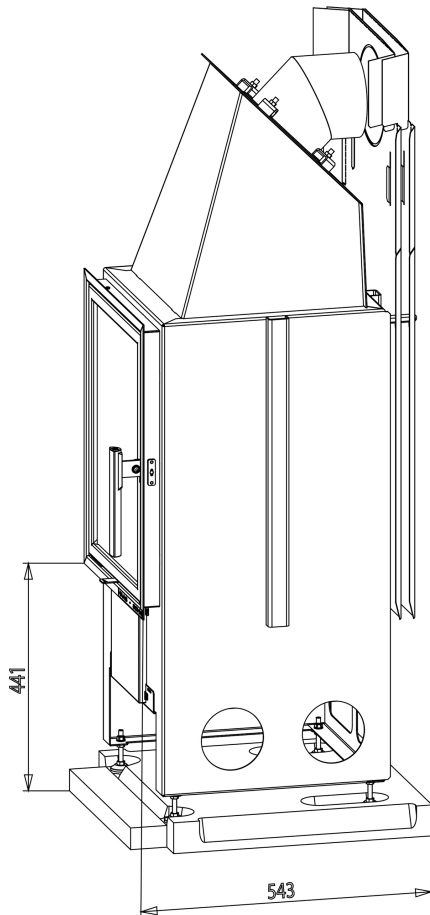

**Abbildung 3: Einrichten, Ausrichten
3. Die ideale Höhe ist in Abbildung 3 dargestellt. Die Unterkante des Rahmens muss 2 bis 3 Millimeter über dem Betonfundament liegen, um Schäden am Beton durch die Wärmeausdehnung des Kamineinsatzes zu vermeiden. Außerdem muss ein Mindestabstand von 2–3 mm zwischen dem Einsatz und den Seitenwänden eingehalten werden.
3. Platzieren Sie den Kamineinsatz im richtigen Abstand zur Rückwand (siehe Abbildung 3). Wichtig: Richten Sie den Kamineinsatz anschließend mit einer Wasserwaage aus.